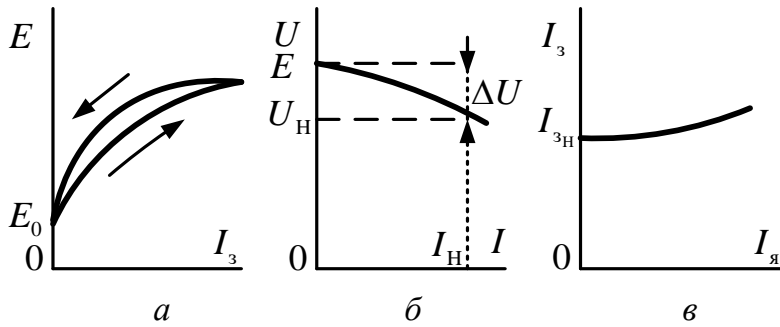

Рисунок 1
6. На рис.1,в для генератора постійного струму з незалежним збудженням зображені характеристики: